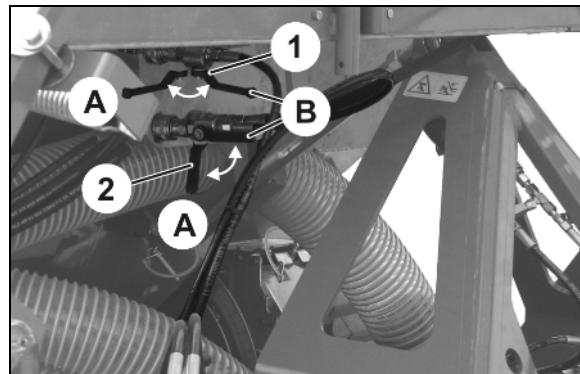

Fig. 99
4. Absperrhahn (Fig. 99/1,2) in Position **B** bringen.